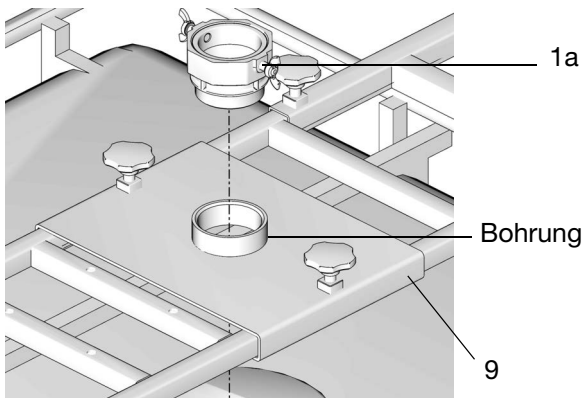

ABB. 10
1. Den Spundadapter (1a) der Pumpe durch das Loch im oberen Winkel (9) führen. Gut mit der Hand festdrehen (ABB. 10).
2. Nur bei NPT und BSPT Modellen, Gewindedichtmittel auf die Gewinde des Ansaugrohrs/-schlauches auftragen (3) und anschließend das Ende des Ansaugrohrs/-schlauches im Gehäuse am Pumpeneinlass (1) installieren (ABB. 10).